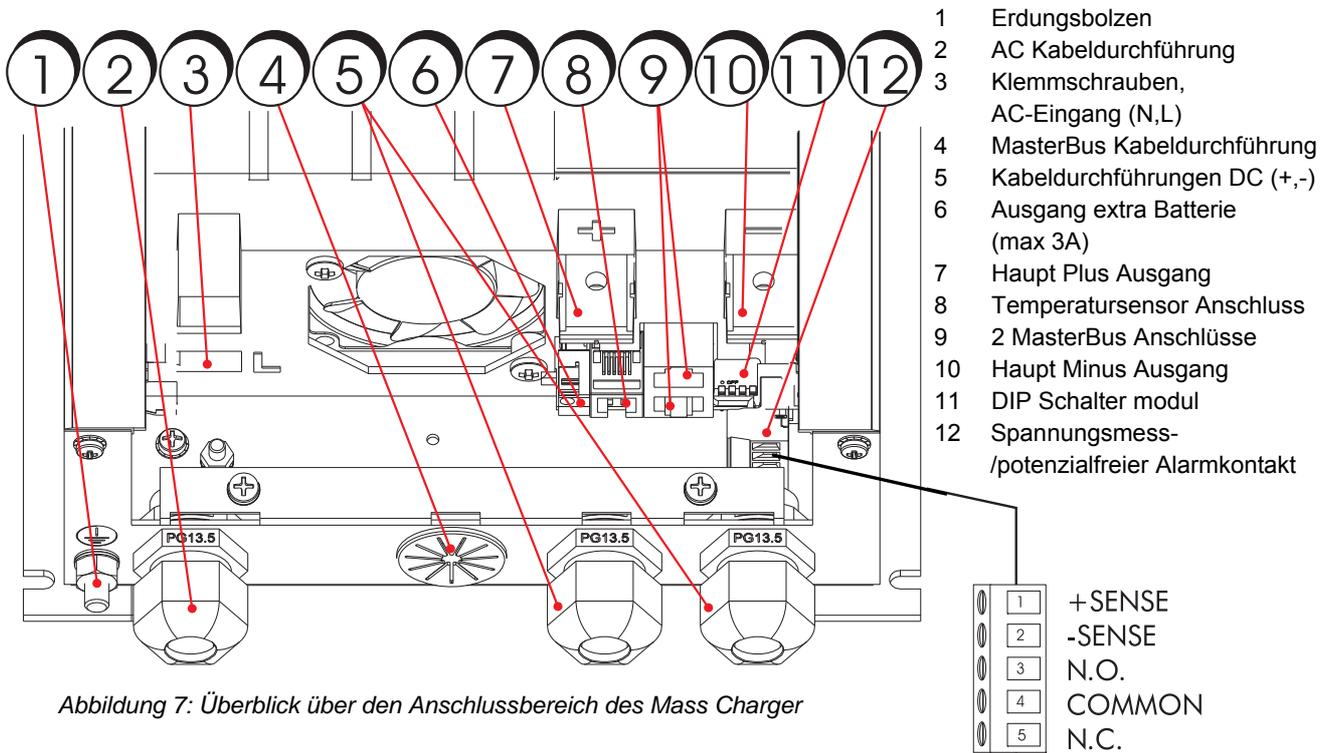

Abbildung 7: Überblick über den Anschlussbereich des Mass Charger
- 4 Kompensieren Sie den Spannungsabfall gegenüber dem Batterie-Trennschalter durch Änderung der Einstellung des Dip-Schalters 4 (siehe Abb. 7).
- Schließen Sie den Pluspol der zweiten Batterie an den +3A-Anschluss des Mass Charger an (siehe Abb. 7 und 8).
Der Temperatursensor ist vorverkabelt mit einem 6 m Kabel inkl. passendem Stecker. Suchen Sie den wärmsten Ort der zu ladenden Batteriebank und machen Sie die Klebefläche an der Batterie sauber und fettfrei. Kleben Sie den Sensor mit dem doppelseitigen Klebeband an die Batterie(n). Der Anschluss des Temperatursensor erfolgt über den 6poligen RJ12-Stecker in wahlweise einem der beiden passenden Anschlüsse ("RS 232" oder "Analog"), Abbildung 7. Ein Kürzen überschüssigen Kabels ist nicht notwendig. Falls doch gekürzt wird, achten Sie beim Wiederanschießen auf die Polarität und verwenden Sie den alten Anschluss als Beispiel.
Spannungsabfälle vom Lader bis zur Batterie können wirkungsvoll durch Anschließen einer Messleitung kompensiert werden. Verwenden Sie für die Messleitung 0,75 qmm und Sicherungen 2A träge. Schließen Sie die Leitungen mit den zwei oberen Terminals des grünen Anschlusses auf der rechten Seite des Gehäuses an (siehe Abb. 7). Achten Sie besonders auf die Polarität der Leitungen, rot an +S und schwarz an -S. Schließen Sie jetzt die andere Seite der Leitungen an: schwarz an den Minuspol der Batterie und rot an die Batterieseite der Mass Charger-Sicherung.
Der Batterielader besitzt ein Alarm-Relais (Abb. 7) mit potentialfreien Kontakten. Es können zwei Modi gewählt werden: Standard (Werkseinstellung) oder Alarm-Modus (Continuous-Mode).
Abbildung 7 zeigt die Mass Charger Anschlüsse.
- Flachschaubenzieher, 2 mm, für die Messklemmen (Abbildung 7, Punkt 12).
Der Mass Charger hat vier DIP-Schalter, siehe Abbildung 7. Diese Schalter werden durch Umdrehen der Hebel mit Hilfe eines kleinen Schraubenziehers in die andere Position gebracht.